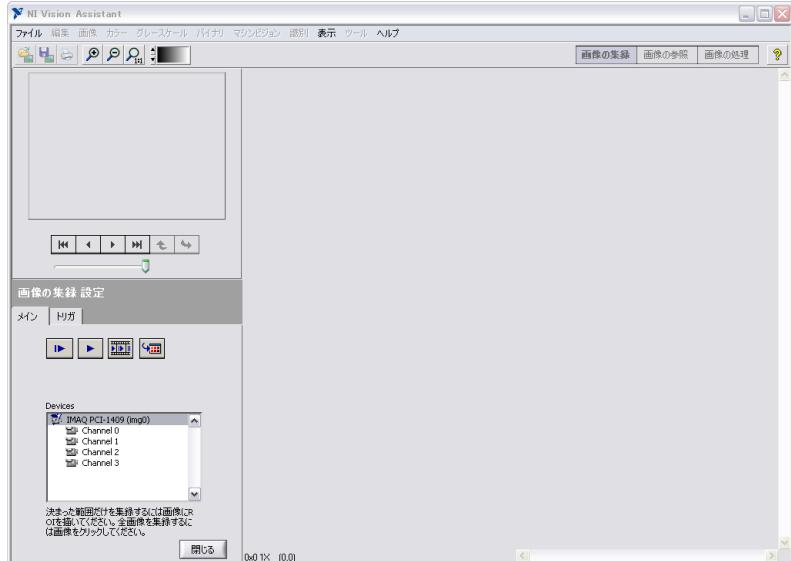

図2-6 画像を集録設定ウィンドウ
3. **画像を集録**をクリックします。コンピュータにインストールされているNI Visionデバイスおよびチャンネルが設定ウィンドウに表示されます。たとえば、図2-6はNI PCI-1409がインストールされていることを示します。